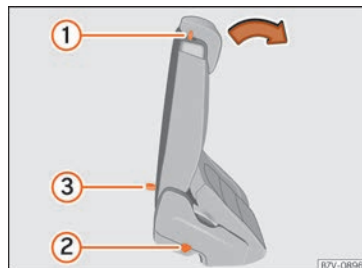

Abb. 137 Zweite Sitzreihe: Bedienungselemente der Einstiegshilfe.
- Hebel » Abb. 137 ① nach vorn drücken und Rücksitzlehne nach vorn klappen. Dieser Sitz klappt komplett nach vorn » ⚠ und kann in Längsrichtung noch weiter nach vorn geschoben werden.
- Der Rücksitz muss sicher eingerastet sein, damit die Schutzwirkung der Sicherheitsgurte auf den hinteren Sitzplätzen gewährleistet ist. Die rote Markierung » Abb. 137 ② darf nicht
Wenn der Hebel » Abb. 137 ① außer Funktion ist, z.B. nach einem Unfall, können die Sitze der zweiten Sitzreihe von der dritten Sitzreihe aus nach vorn geklappt werden, um den Ausstieg aus der dritten Sitzreihe zu erleichtern » ⚠.
- Schlaufe » Abb. 137 ③ nach hinten ziehen und Rücksitzlehne nach vorn klappen. Der komplette Rücksitz klappt nach vorn » ⚠.
- Eine rote Markierung an der Seite des Sitzes » Abb. 137 ② signalisiert eine nicht eingerastete Lehne. Die rote Markierung darf im korrekt eingerasteten Zustand nicht sichtbar sein.